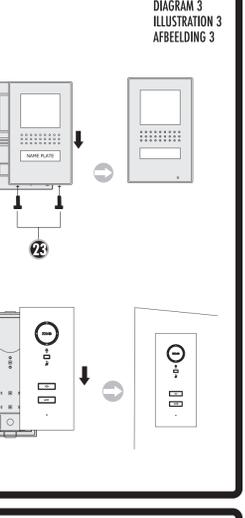

Abb. 4 DIAGRAM 4 ILLUSTRATION 4 AFBEELDING 4
Die Stromversorgung kann wahlweise an der Innen- und/oder Außenstation angeschlossen werden, hierzu sind separate Schraubklemmen vorhanden. Es ist auch möglich, die Stromversorgung direkt an die Signalleitung anzuschließen, z.B. wenn alle Signalleitungen von Schwingungskästen her zu den Außen- und Inneneinheiten gelegt werden. Ein Netzteil ist dann nicht mehr und +15V zu verbinden, siehe auch Abb. 4. Mit einem Netzteil können bis zu 8 Einheiten mit Strom versorgt werden. Bei mehr als acht Einheiten wird ein zweites Netzteil benötigt. Alternativ zu dem mitgelieferten Steckernetzteil kann auch das Hochspannungsteil Modell DI-1500 eingesetzt werden.
- 1. Suchen Sie sich eine geeignete Stelle zur Montage der Außeneinheit und verlegen alle benötigten Leitungen bis dorthin. 2. Drehen Sie die beiden unteren Schrauben (23) heraus und haben Sie das Frontcover vorsichtig nach vorne ab. Jetzt sind die vier Befestigungslöcher sichtbar. 3. Bohren Sie anhand der Bohrschablone vier Löcher (Ø 6 mm) in die Wand. Dazu richten Sie die Bohrschablone mit einer Wasserwaage gerade an der Stelle der Wand aus, an der die Außeneinheit montiert werden soll. Fixieren Sie die Bohrschablone mit Klebeband und bohren Sie anschließend die vier Löcher. 4. Entfernen Sie die Bohrschablone wieder und stecken Sie in jedes Loch einen der mitgelieferten Dübel. 5. Nachdem Sie die Leitungen an die Klemmleiste angeschlossen und die Klemmleiste auf die entsprechende Stiftreihe gesteckt haben (s. Abb. 4), schrauben Sie die Außeneinheit an der Wand fest.
Connecting the power supply The power supply can be connected to the internal and/or external station, as preferred. Separate screw connectors are provided for this. The power supply can also be connected directly to the signal cable, if all the signal cables have been laid from the fuse box to the external and internal units, for instance. The mains unit should then be connected to ground and +15V. See also Figure 4. One mains unit can supply power to up to 8 units. For more than eight units, a second mains unit is needed.
- 1. Identify a suitable place to fit the external unit and lay all the cables needed to this point. 2. Unscrew the two bottom screws (23) and carefully lift off the front cover towards you. Now the four fixing holes can be seen. 3. Using the drilling template, drill four holes (Ø 6 mm) in the wall. To do this, use a spirit level to correctly align the drilling template at the point on the wall where the external unit is to be fitted. Fix the drilling template in position with adhesive tape and then drill the four holes. 4. Take the drilling template off and insert one of the plugs supplied in each of the holes. 5. Once you have connected the cables to the terminal strip (see Figure 4), screw the external unit tight to the wall.